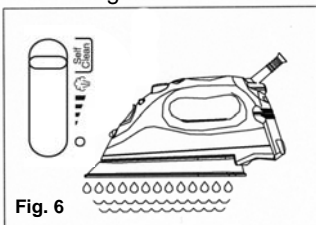

Fig. 6
5. Gire el control variable de vapor completamente hacia la derecha hasta la posición de auto limpieza (Self-Cleaning) y sostenga la plancha horizontalmente sobre una piletta. (Fig. 6)